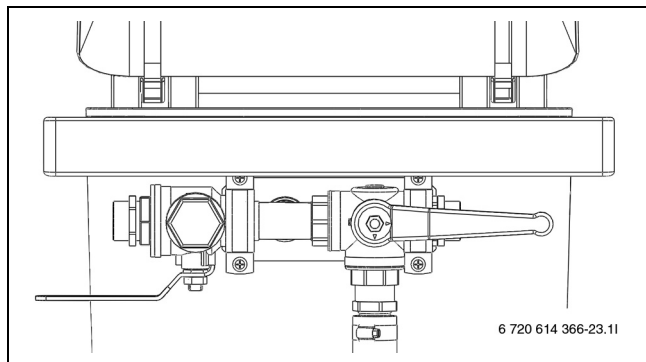

Bild 25 Påfyllnadsstation i påfyllningsläge
- Vrid ventilerna på påfyllnadsstationen till påfyllningsläge och fyll kretsen med köldbärarvätska (→ Bild 25).